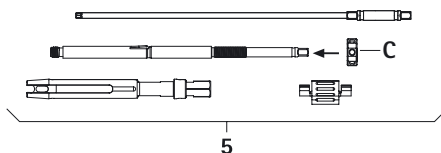

Abb. 11
- Spannmutter C auf Innenhülse aufschrauben, siehe Abb. 11.